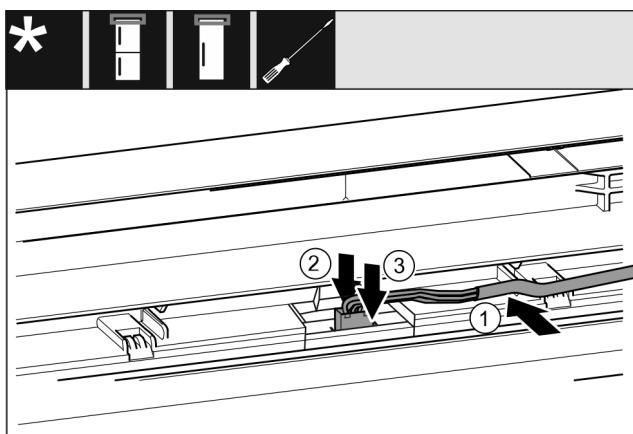

Fig. 33
- Sivý kábel vložte do vedenia v horných dverach. Fig. 33 (1)
- Výstupok potlačte dozadu. Fig. 33 (2)
- Zaklapnite zástrčku. Fig. 33 (3)